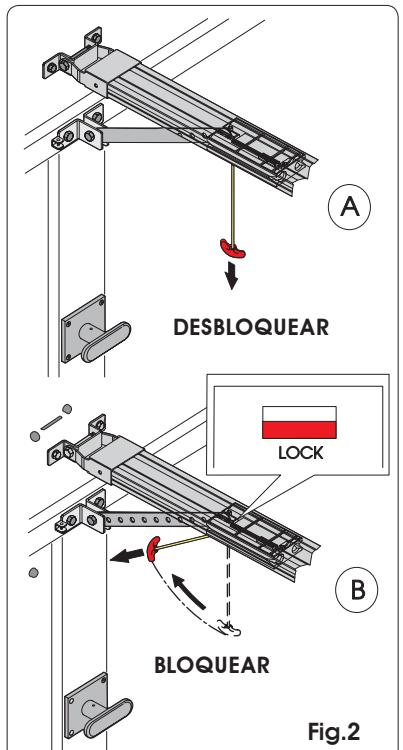

Fig.2
- Desbloquee el operador tirando hacia abajo la manilla de desbloqueo (Fig. 2 ref. A).
- Bloquee de nuevo la automoción tirando horizontalmente de la manilla (Fig. 2 ref. B) y asegúrese de que, al soltarla, la ventanilla "LOCK" situada debajo del carro sea de color rojo, para confirmar que se ha rearmado correctamente.